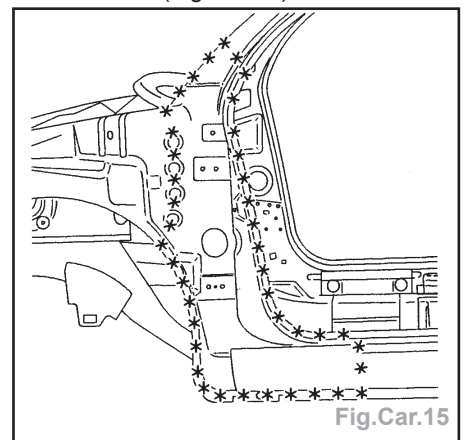

Fig.Car.15
- Dégraisser les points à l'aide d'une fraise de Ø 8 mm (Fig.Car.15).
- Souder par points électriques et par points bouchons MAG (Fig.Car.15).